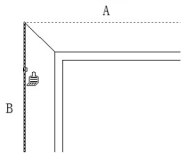

图 2.71 利用【特性匹配】命令换图层
(2) 在**选择源对象**：提示下，选择已经被换到【室外】图层上的 A 线。此时光标变成“大刷子”形状，如图 2.71 所示。
(3) 在**选择目标对象或 [设置 (S)]**：提示下，选择将要被换到【室外】图层的 B 线等，按 Enter 键结束命令。